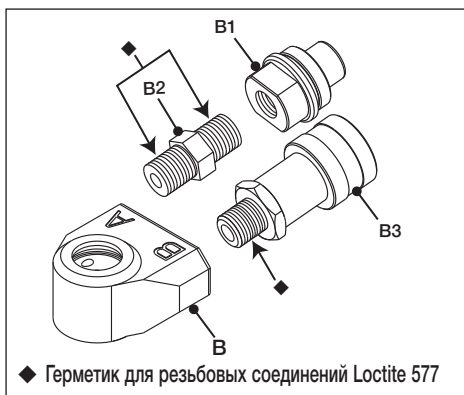

Рис. 25
- Нанесите на резьбу муфты В3 и переходника В2 герметик для резьбовых соединений Loctite 577. Места нанесения отмечены на рис. 25 значком **◆**.